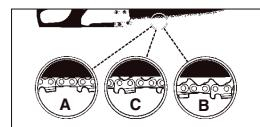

Fig. 5
**ATTENZIONE:** Se la catena della sega è TROPPO ALLENATA o TROPPO TESA, la ruota dentata, la barra, la catena e i supporti dell'albero motore si consumano più rapidamente. Vedere la Fig. 5 per informazioni relative alla giusta tensione a freddo (A) e alla giusta tensione a caldo (B), e come guida per quando la catena della sega richiede una regolazione (C).